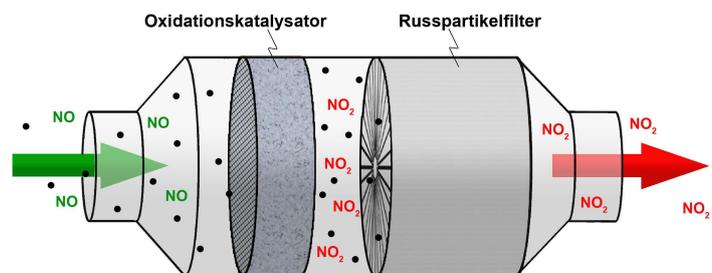

Abb.11: Oxidationskatalysator mit Rußpartikelfilter
Eine Verminderung der Luftschadstoffe **Kohlenstoffmonoxid (CO)** und **unverbrannte Kohlenwasserstoffe ( $C_xH_y$ )** erfolgt daher in einem **Oxidationskatalysator**, (Abb.11) der im Auspuff kurz hinter dem Motor eingebaut wird.
Grundsätzlich werden **Rußpartikelfilter** (Abb.11 und 12) verwendet. Die Partikel in diesen Filtern aus Keramik oder Sintermetall werden gesammelt und in Intervallen von 500 bis 1000 km (wenn der Filter zu ca. 80 Prozent verschmutzt ist, so daß er die Abgase nicht mehr gut durchläßt) verbrannt. Hierzu sind Temperaturen über 550°C erforderlich, die im Abgas (ca. 200°C) nicht vorliegen. Daher bedarf es einer **kurzzeitigen Temperaturerhöhung**, die auf unterschiedliche Weise erreicht wird: